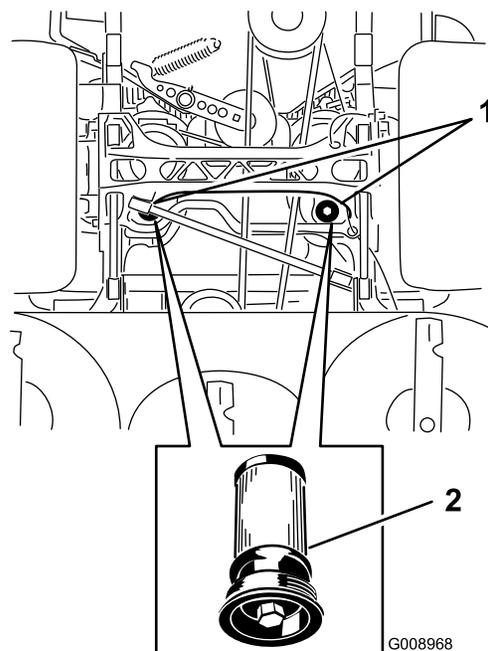

Figure 92
5. Placez un bac de vidange sous le filtre, retirez le filtre usagé et essuyez la surface (Figure 92).
6. Appliquez une fine couche de liquide hydraulique sur le joint en caoutchouc du filtre de rechange (Figure 92).